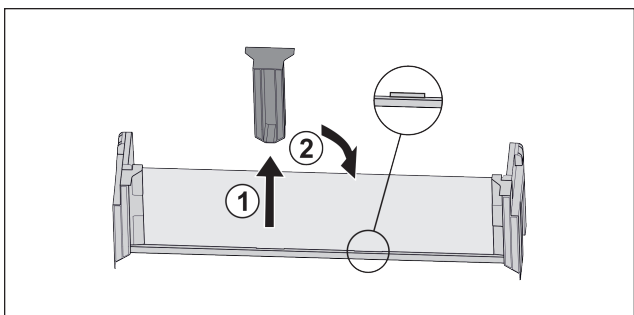

Fig. 118
- ▶ Træk den midterste holdedel ud Fig. 118 (1).
- ▶ Sæt den midterste holdedel i på den anden position Fig. 118 (2).